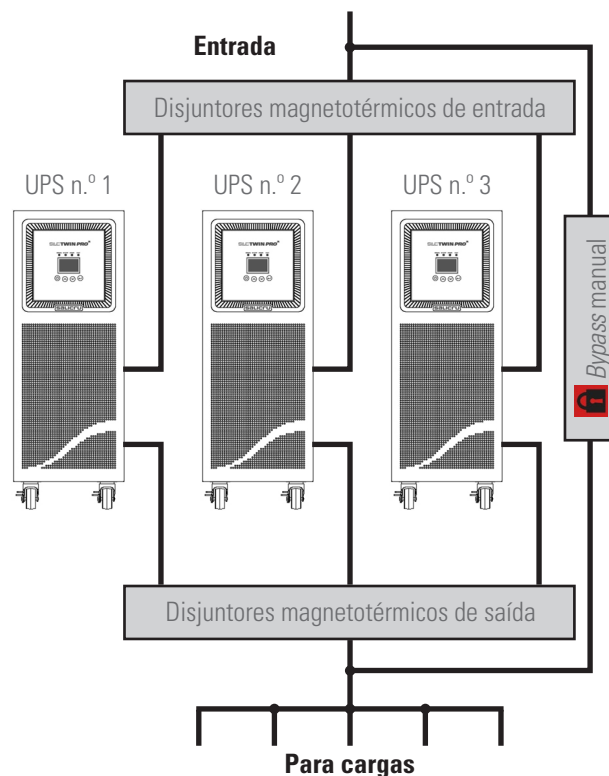

Fig. 23. Instalação em paralelo de um quadro de distribuição com *bypass* manual.
- É necessário equipar a instalação com sistemas em paralelo, com um quadro equipado com as proteções individuais de entrada e saída, além de um *bypass* manual com bloqueio mecânico; ver Fig. 23.
- A Fig. 23 representa conceptualmente um quadro de distribuição com *bypass* manual para um sistema em paralelo, representativo para um equipamento ao adaptar o número de interruptores.